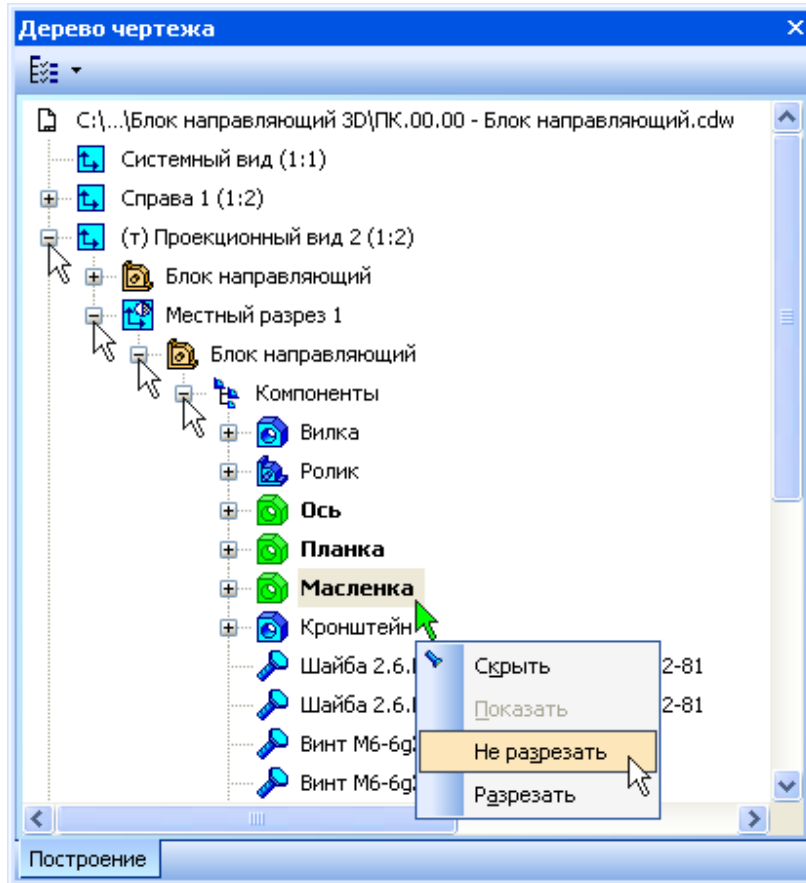

Рисунок 11.
- Выделите и исключите из разреза компоненты Ось, Планка и Масленка (рис.11).